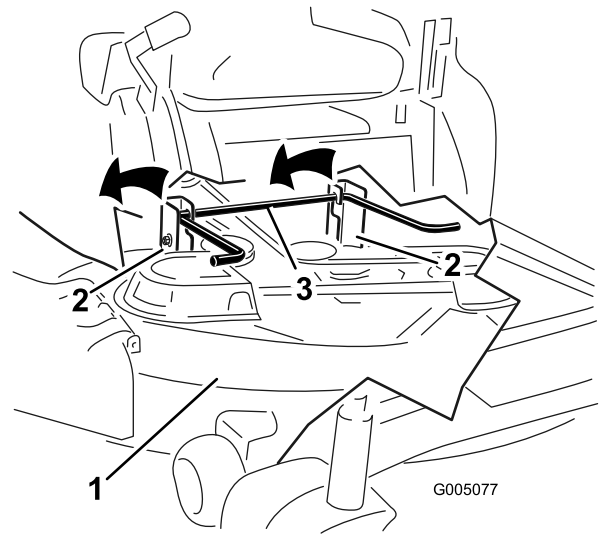

Figure 53
5. Soulevez l'arrière du plateau de coupe et guidez les supports sur la tige de levage arrière (Figure 53).